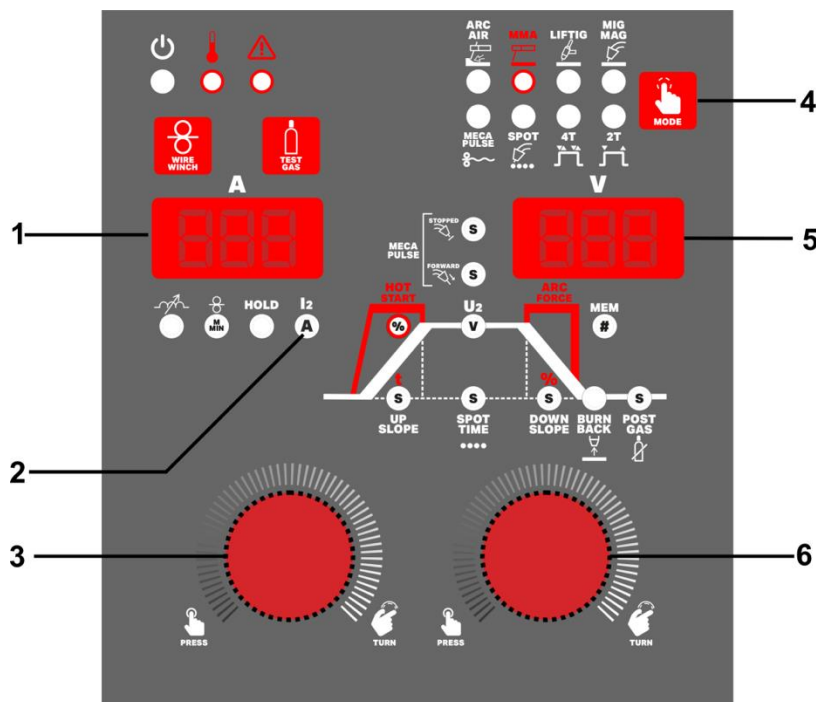

Fig.11
- Seleccionar modo de soldadura TIG con modo de antorcha a 2 Tiempos (cuando encendidos los LEDs TIG y 2T), con modo de antorcha a 4 Tiempos (cuando encendidos los LEDs TIG y 4T) o con modo SPOT (cuando encendidos los LEDs TIG y SPOT) en el selector de modo 4 (Fig.11).
\* 2T – Cuando el gatillo de la antorcha (Torch trigger) es presionado, el gas comienza a fluir hasta que el soldador efectúe la ignición por LIFTIG (ver Fig.11) y el arco se establece. La corriente sube de acuerdo con el tiempo UPSLOPE para el valor ajustado de  $I_2$ . Cuando el gatillo de la antorcha es liberado, la corriente disminuye de acuerdo con el valor ajustado de DOWNSLOPE, el arco se apaga y el tiempo POST GAS comienza.
\*\* 4T - Cuando el gatillo de la antorcha (Torch trigger) es presionado, el gas comienza a fluir hasta que el soldador efectúe la ignición por LIFTIG (ver Fig.11) y el arco se establece. Se puede, liberar el gatillo. La corriente sube de acuerdo con el tiempo UPSLOPE para el valor ajustado de I2. Cuando el gatillo de la antorcha es presionado, la corriente disminuye de acuerdo con el tiempo ajustado de DOWNSLOPE, el arco se apaga y el tiempo POST GAS comienza.